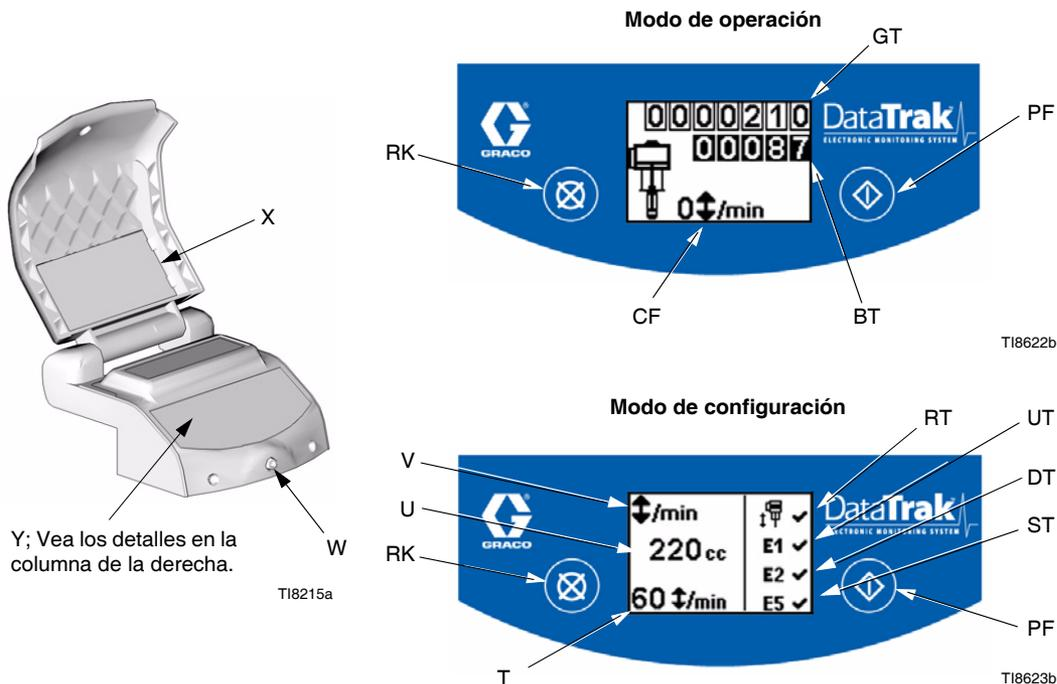

Fig. 3. Controles e indicadores del módulo DataTrak
Leyenda para la Fig. 3
1. Vea la FIG. 3. Pulse y mantenga pulsado  durante 5 segundos hasta que aparezca el menú Configuración.
3. Cuando se produce un embalamiento, se activan las opciones de error E1, E2, y E5, en la pantalla de configuración aparecerá una . Vea la FIG. 3.
1. Vea la FIG. 3. Si se produce el embalamiento de la bomba, se accionará el solenoide de antiembalamiento y detendrá la bomba. El LED (W) parpadeará y la pantalla (Y) indicará un estado de embalamiento (vea la Tabla 1).
2. Para reponer a cero el monitor de embalamiento, cierre la válvula neumática maestra (B). Espere hasta que se haya purgado completamente el aire del motor neumático antes de proceder al paso 3. La pantalla cambiará para indicarlo, tal como se muestra a continuación.
4. Abra la válvula neumática maestra (B) para volver a poner en marcha la bomba.
Para desactivar la supervisión de embalamiento, vaya al modo de configuración y ajuste el valor de embalamiento en 0 (cero) o apague el interruptor basculante (RT)  (vea la FIG. 3).
1. Vea la FIG. 3. Para acceder al modo Cebiar/Lavar, pulse cualquier tecla para activar la pantalla, y después pulse . Aparecerá el símbolo Cebiar/Lavar en la pantalla y el LED
2. Mientras está en modo Cebiar/Lavar, se desactiva la protección de antiembalamiento y el totalizador de lotes (BT) no hará recuento.
Vea la FIG. 3. El último dígito del totalizador de lotes (BT) representa las décimas de galones o de litros. Para reponer a cero el totalizador, pulse cualquier tecla para activar la pantalla y después pulse y mantenga pulsado  durante 3 segundos.
Vea la FIG. 3. La pantalla (Y) se apagará después de 1 minuto de inactividad en modo Ejecución o 3 minutos en modo Configuración. Pulse cualquier tecla para activarlo de nuevo.
El módulo DataTrak puede diagnosticar diversos problemas con la bomba. Si el monitor detecta un problema, el LED (W, FIG. 3.) destella y aparece un código de diagnóstico en la pantalla. Vea la Tabla 1.